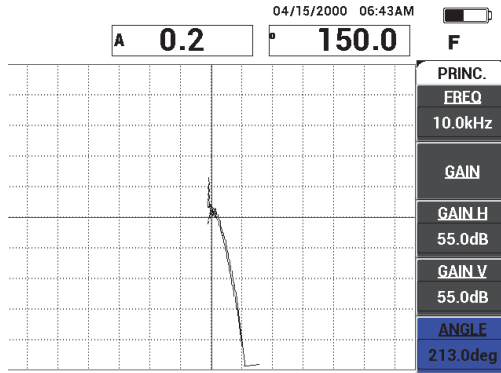

Figure 6-33 Réglage de l'angle du signal vers le haut
7. Appuyez sur la touche de menu MAIN () , et puis appuyez sur **ANGLE** (touche E) et réglez l'angle du signal de manière à ce que le signal du décollement soit dirigé vers le haut à 90° (voir la Figure 6-33 à la page 158).